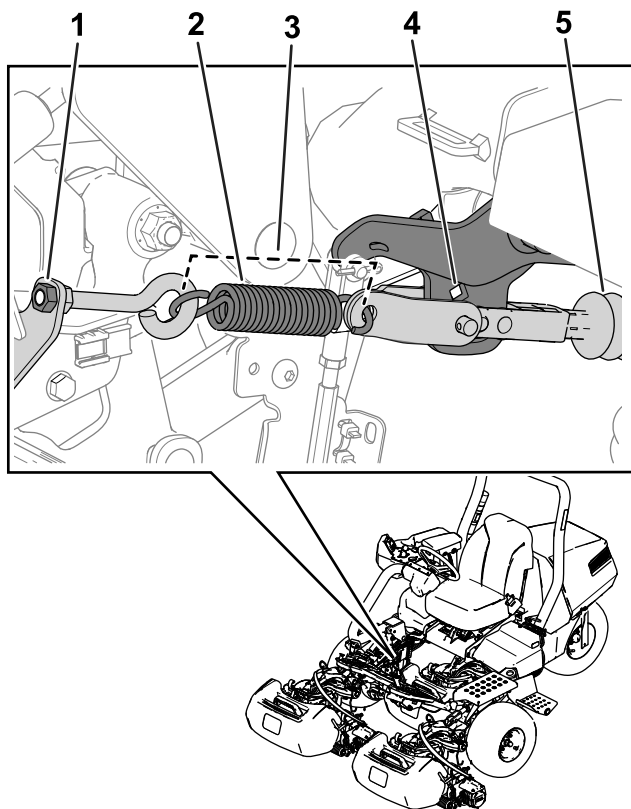

図 38
注 手順については図 38を参照。
5. アイボルトをスプリングブラケットに固定しているナットをゆるめてスプリングのテンションを解除する図 38。
3. スプリングを図 38 のように取り付ける。
4. アイボルトのナットを締め付けてスプリングの長さ取り付け状態を 11.4 cm にする図 38。